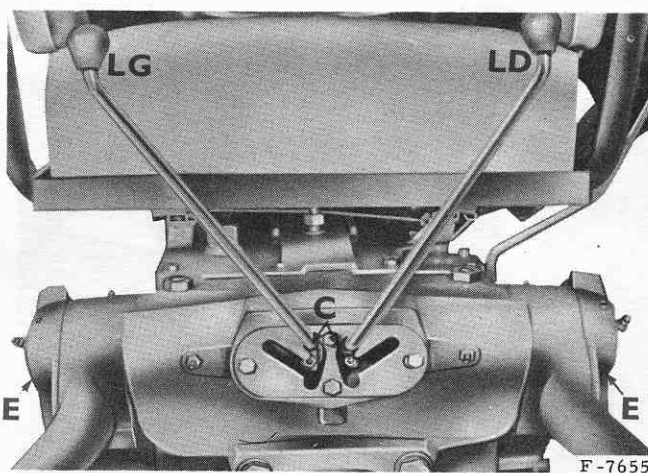

Fig. 20. — Position pour instruments 3 points
1. - Boulonnez les entraîneurs "E" (fig.20) aux bras de relevage.